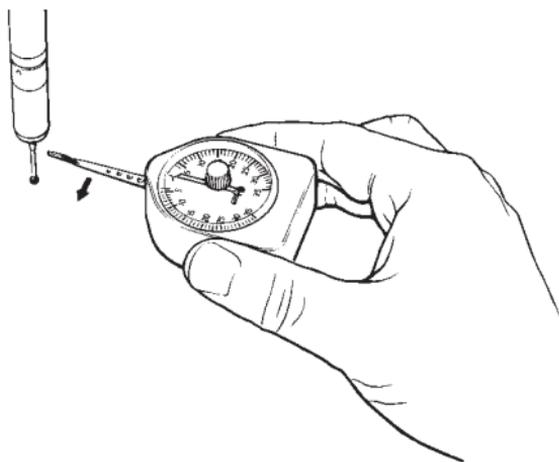

Fig. 10 – Misurazione della forza di contatto
- Spostare lateralmente il dinamometro in modo che la parte piatta della punta venga a contatto con la sfera dello stilo della sonda (controllare che la deflessione della sonda sia nella direzione di bassa forza). Continuare a spostare il dinamometro molto lentamente sino a provocare il contatto della sonda; a questo punto fermarsi, ritirare il dinamometro e rilevare la lettura di forza massima (vedi Fig. 10).